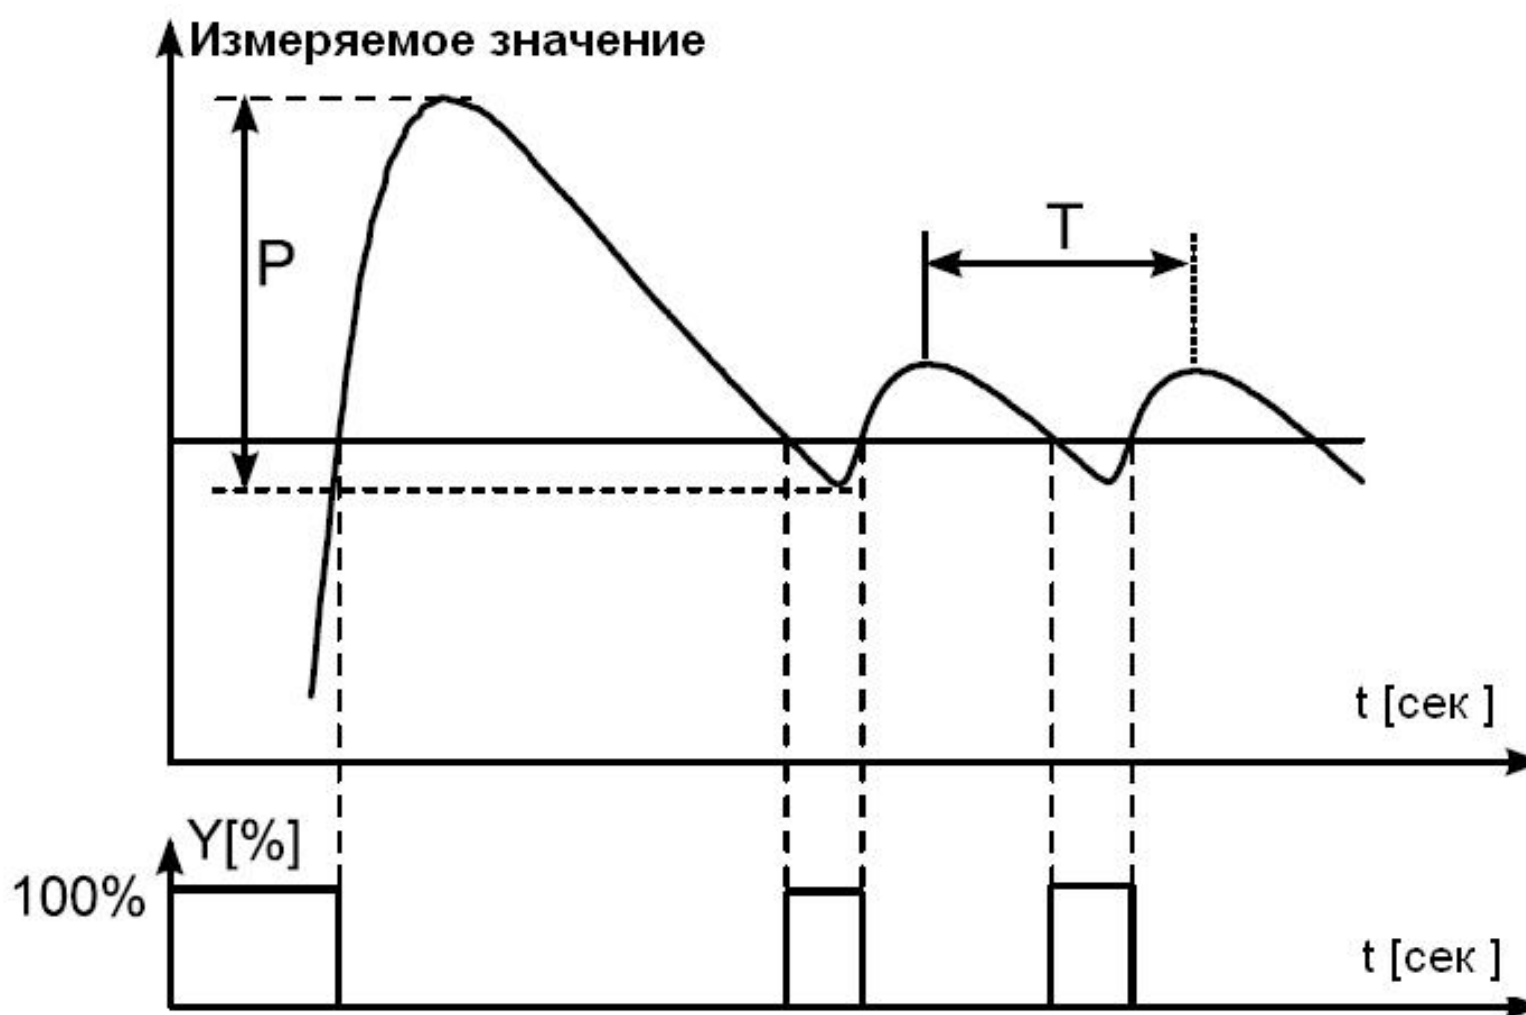

Рис.11. Самонастройка методом осцилляций
- переход на регулирование пороговым регулятором, см.рис.11,